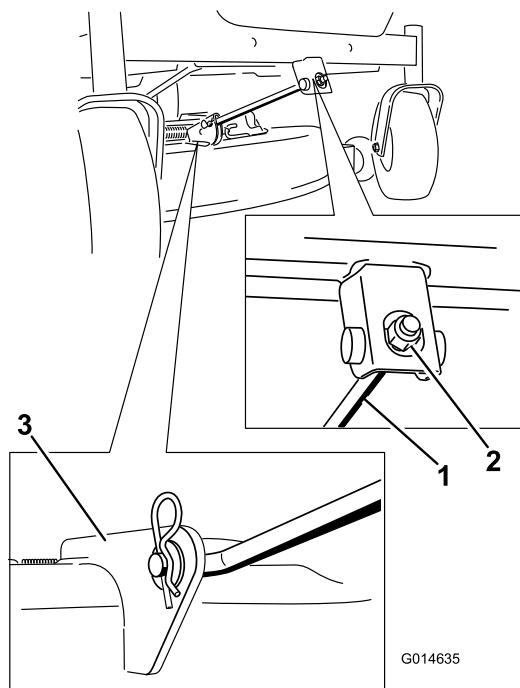

Figura 74
5. Retire la chaveta de la varilla de soporte delantera y retire la varilla del soporte de la carcasa (Figura 74).
6. Conecte la varilla de soporte delantera a la carcasa de corte con el pasador y la chaveta (Figura 74).